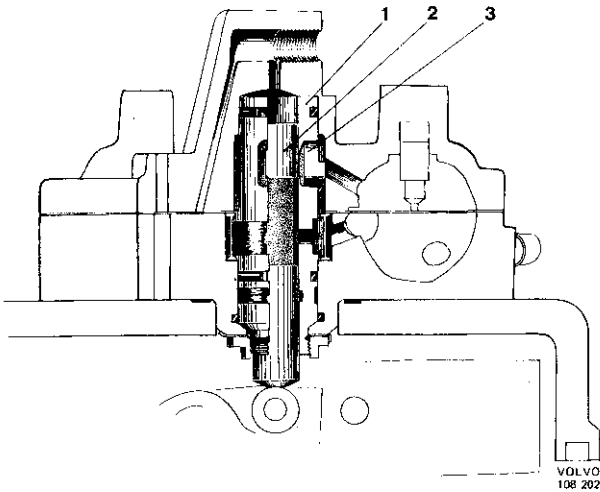

Abb. 2-23 Schlitzträger mit Steuerdrosseln
Der Schlitzträger mit den Steuerdrosseln, besteht aus einem Zylinder (1, Abb. 2-23), in dem der von der Stauscheibe gesteuerte Kolben (2) läuft. In der Zylinderwand befinden sich vier Schlitze (3) – die sog. Steuerdrosseln – aus denen der Kraftstoff in die vier Differenzdruckventile strömt. Auf jede Steuerdrossel kommt ein Differenzdruckventil.